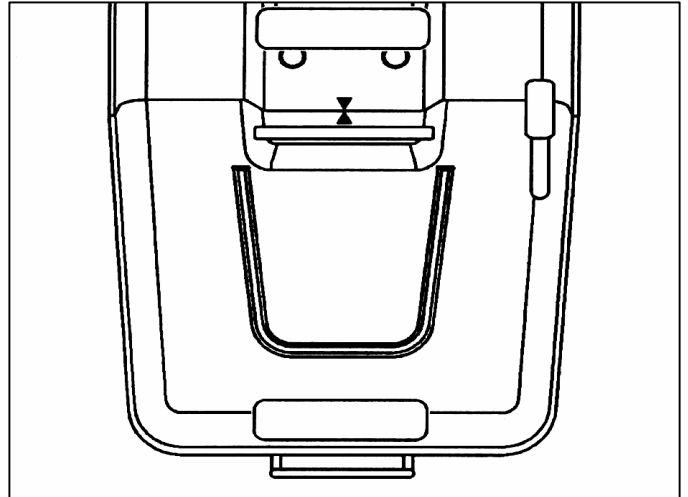

Fig. 7
3. Wanneer de opvangbak juist gemonteerd is, plaats dan de sticker met het driehoekig symbool erop recht tegenover het symbool op de achterkant van de tractor. Dit zal u dan in de toekomst helpen als u de bak terug moet op of afnemen. (fig.7)